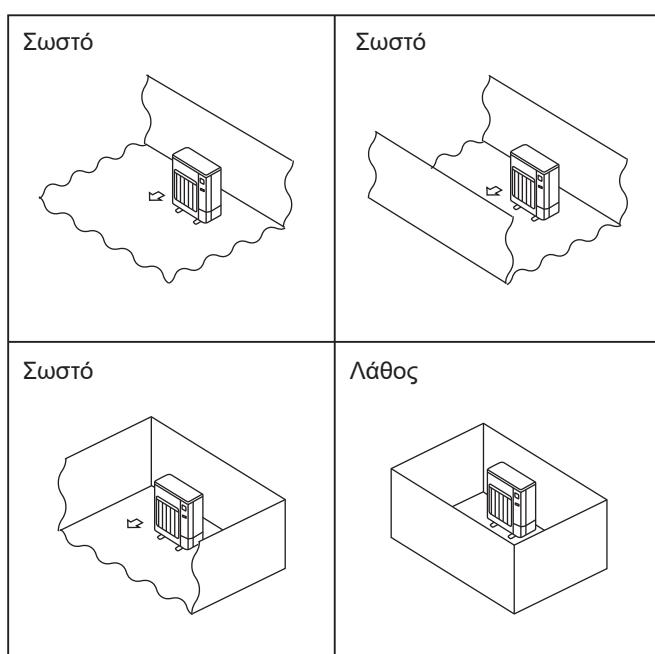

Fig. 2-1
- Ο Εγκαθιστάτε τις εξωτερικές μονάδες σε χώρους όπου τουλάχιστον μία από τις τέσσερις πλευρές είναι ανοικτή και σε επαρκώς μεγάλους χώρους χωρίς συμπιέσεις. (Fig. 2-1)